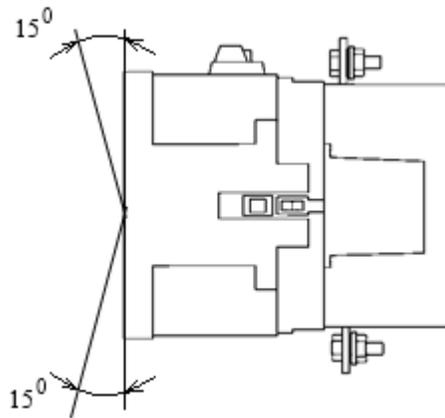

Рисунок 3. Рабочее положение пускателя
2.1.3 Рабочее положение без ухудшения номинальных характеристик - вертикальная плоскость с отклонением относительно плоскости крепления в обе стороны до 15° (Рисунок 3);